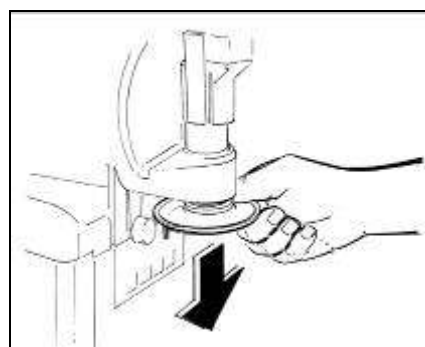

Fig. 6
- **Q**uite el accesorio para proporcionar la clásica forma de estrella al producto erogado (Fig.6).